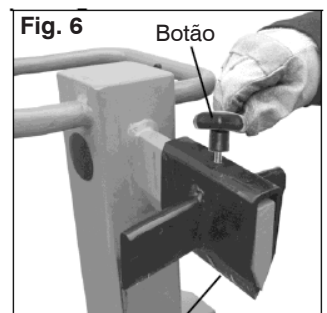

Fig. 6
* Afinação da cunha de cruz (Fig.6)